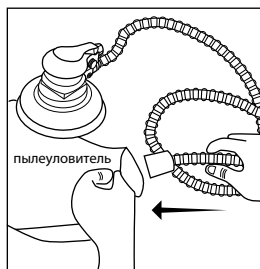

Рис. 4
4. Подсоедините пылеуловитель к шлангу пылеуловителя, обвязав его шнурком пылеуловителя, как показано на рис. 4.